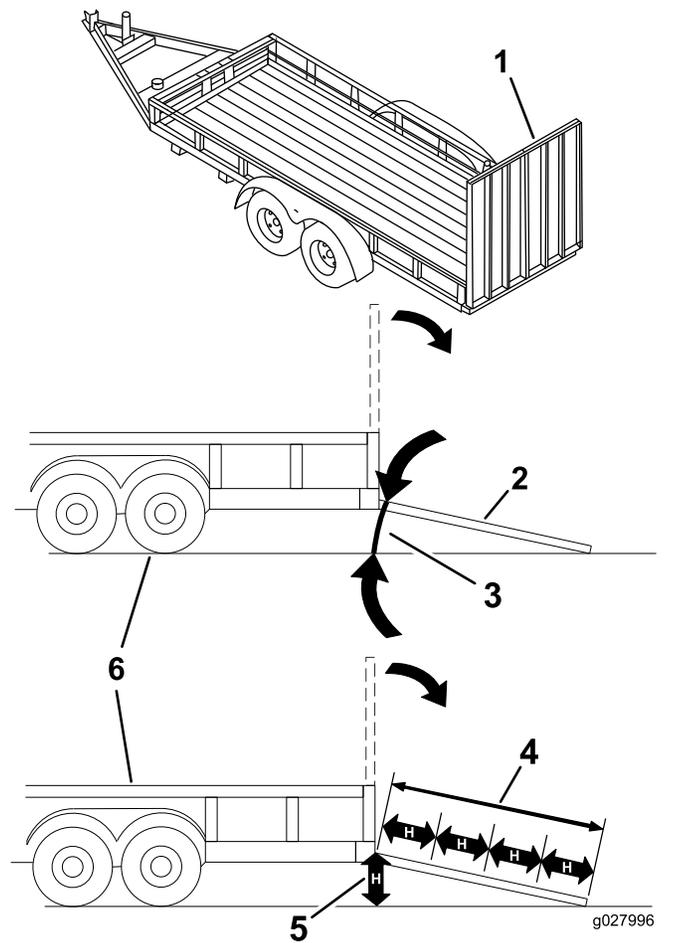

Figura 33
Încărcarea unei maini pe o remorcă sau un camion crete riscul de răsturnare i poate cauza răniri grave sau moartea (Figura 33).
3. Coborâi rampa, asigurându-vă că unghiul dintre rampă i sol nu depășete 15 grade (Figura 33).
1. Coborâi rampa, asigurându-vă că unghiul dintre rampă i sol nu depășete 15 grade (Figura 33).